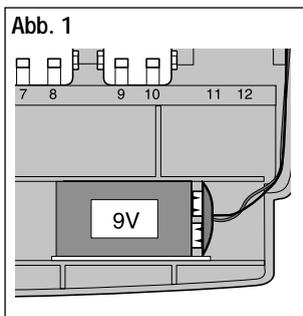

Abb. 1
1. Die untere Gehäuseabdeckung nach unten ziehen und abnehmen. Den Batterieanschluß an den Batteriepolen anschließen. Die Batterie wie in **Abb. 1** dargestellt ins Batteriefach legen.